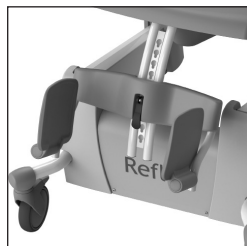

Figura 4 Ripiegamento dei poggiapiedi.
- Prima che il cliente si sieda sul Reflex, le pedane devono essere ripiegate verso l'alto. A questo punto c'è spazio sufficiente per consentire al cliente di sedersi facilmente (vedere figura 4).